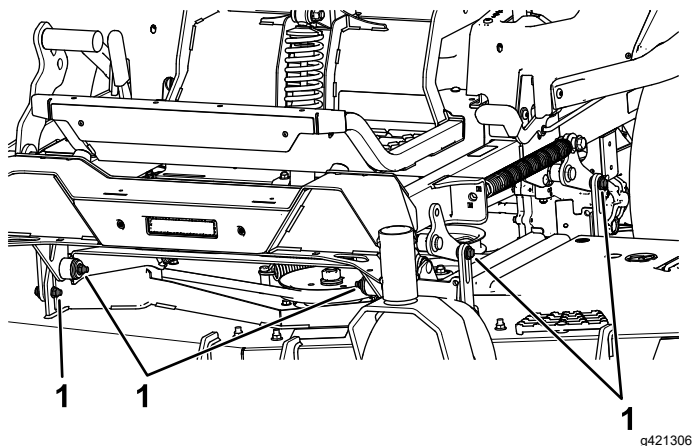

Figure 88
7. Enlevez et conservez les boulons et écrous de chaque côté de la machine (Figure 88).